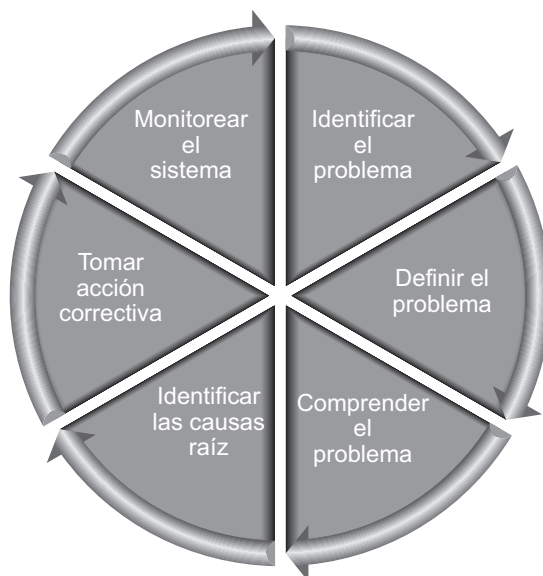

Figura 2.4 Proceso RCA
- 6 Asegura la efectividad (Figura 2.4).